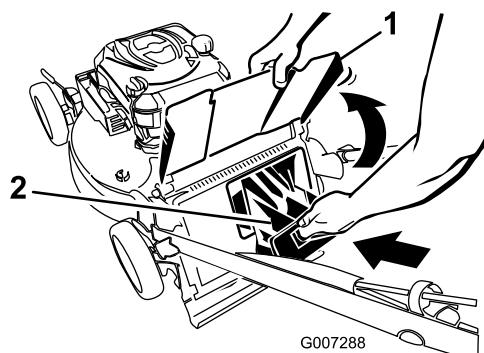

Figura 26
- Riposizionate il coperchio di scarico posteriore (Figura 26)